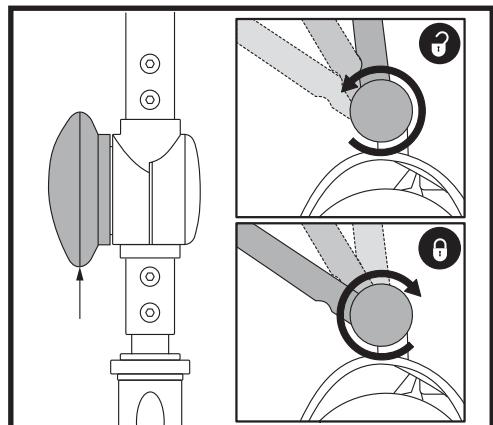

Figura 23. Regolazione manubrio
INCLINAZIONE DEL MANUBRIO (Vedere figura 23)
1. Dopo aver tolto sella e pacco batteria (vedere la procedura di smontaggio alla pagina precedente), abbassare il manubrio e stringere la manopola di regolazione del manubrio. **Vedere figura 23.**